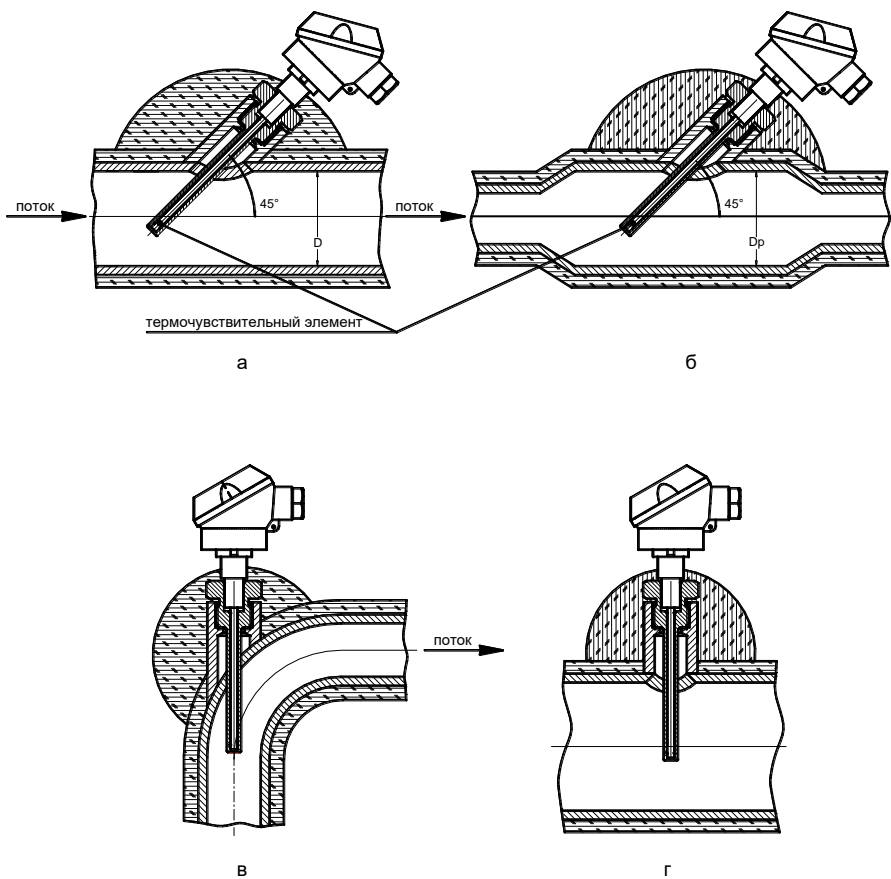

Рисунок 9
5.2.2 Если условия, указанные в пункте 5.2.1 не выполняются, то допускается применять расширитель (рисунок 9б).